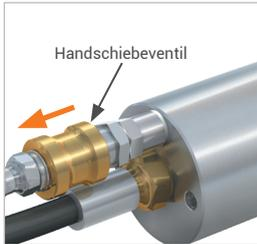

Abbildung 6
- ▶ Schieben Sie die Schiebehülse des Handschiebeventils (Pos. 6) zurück (Abbildung 6). Der anliegende Steuerdruck wird entlüftet. Die Frontdichtungen (Pos. 7) werden entspannt, die Verbindung zum Prüfling wird gelöst und der Adapter kann gerade nach hinten abgenommen werden.